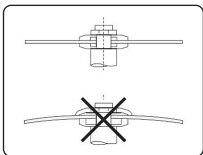

Figura 1
- Discos de corte de centro plano devem ser montados em flanges com diâmetros e áreas de contato idênticas. O diâmetro mínimo dos flanges deve ser de 1/4 do diâmetro do disco (Figura 1).